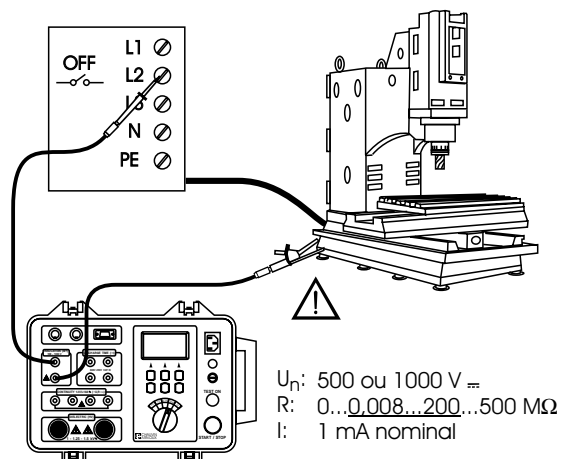

Fig.18. Connexion des cordons de test
3. Connectez les cordons de test à l'instrument et à l'appareil testé conformément à la figure 18.